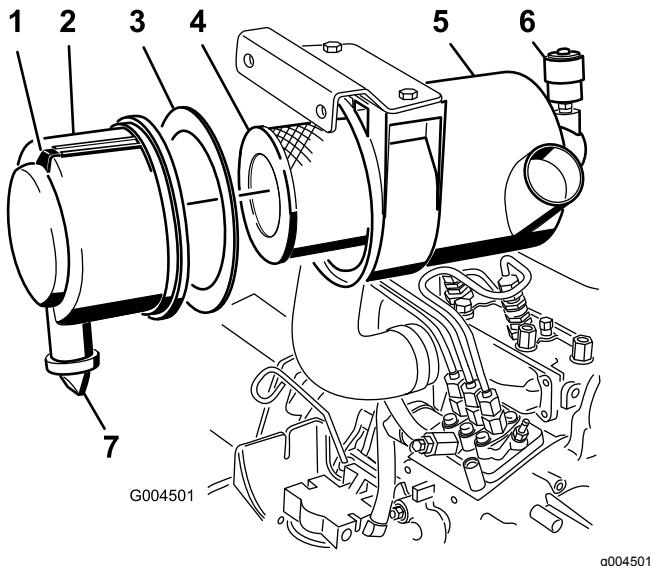

Figura 59
3. Revise el filtro del limpiador de aire cuando el indicador del limpiador de aire se vea rojo o revíselo más frecuentemente en condiciones extremas de polvo o suciedad (Figura 59).